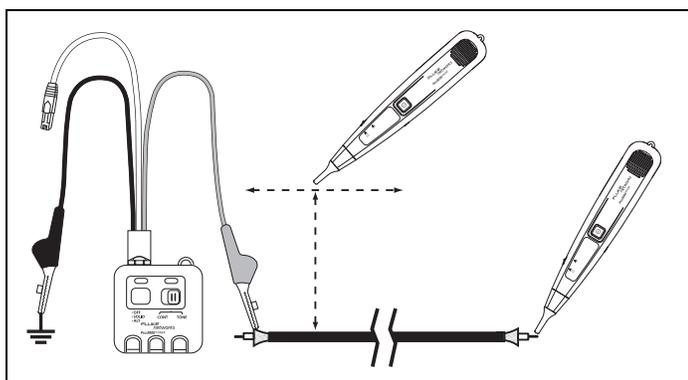

图 3. 跟踪电缆
- 2 将红色测试线连接到未知电缆 (图 3) 中的一根导线。